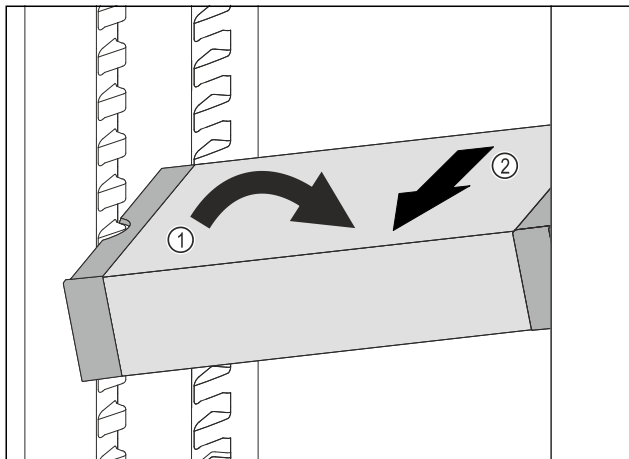

Fig. 83
- ▶ Predal VarioSafe postavite v hladilniku postrani. Fig. 83 (1)
- ▶ Predal VarioSafe izvlecite v smeri naprej. Fig. 83 (2)